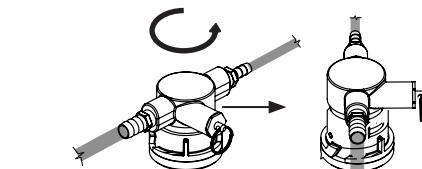

Figure 43a
9. Accrochez le coupleur sur le fût : Vérifiez que le coupleur est en position fermée (voyez la Figure 43a). Alignez les taquets sur le fût avec les ouvertures correspondantes sur le coupleur de fût, et tournez en sens horaire jusqu'à ce que le coupleur stoppe (environ 90°). Appuyez sur le dessus du coupleur et faites-le tourner en sens horaire pour permettre au gaz d'entrer dans le fût.